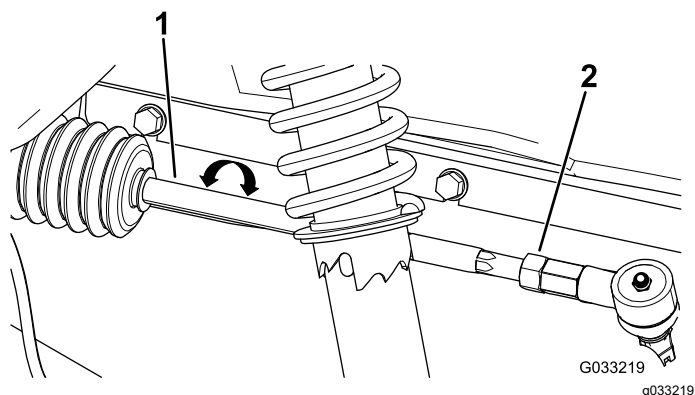

Figura 48
4. Si la distancia no es de entre 0 y 6 mm, afloje las contratuercas en el extremo exterior de las bielas (Figura 48).